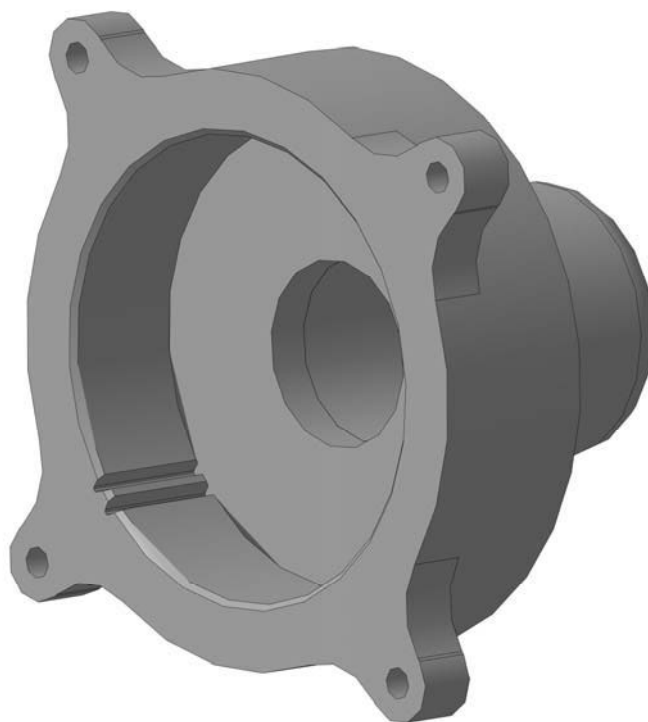

Рисунок 29 – Корпус редуктора
- 1 Построить корпус редуктора (рисунок 29).